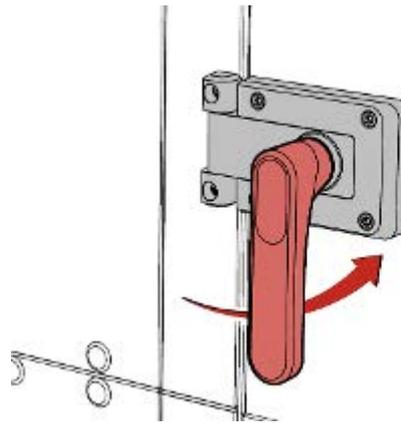

Fig. 10: Puerta de acceso con cerradura
- ▶ Gire la manilla de la puerta en sentido antihorario 90° (Fig. 10).